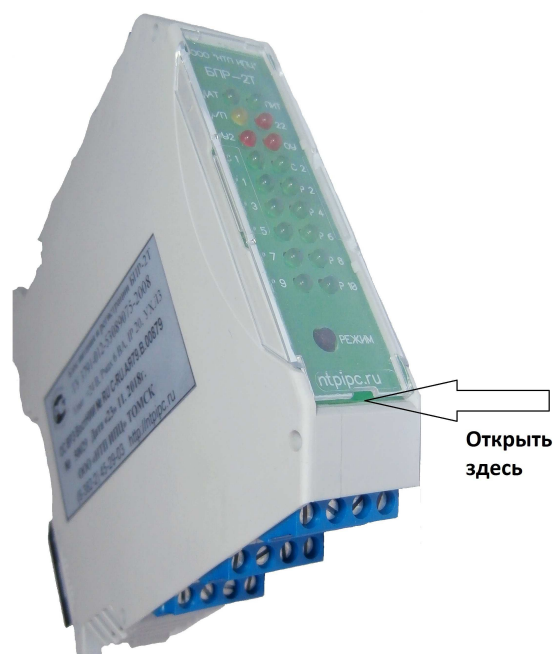

Рисунок 5 – Снятие прозрачного стекла передней панели БПР
2.6.1 На передней панели блока питания и регистрации БПР-2Т расположены светодиоды «Р1»- «Р10», являющимися индикатором установленного режима работы блока питания. А также кнопка «РЕЖИМ» предназначенная для редактирования параметров работы блока питания, см. рисунок 4. Сверху передняя панель закрыта прозрачным стеклом, рис. 5.